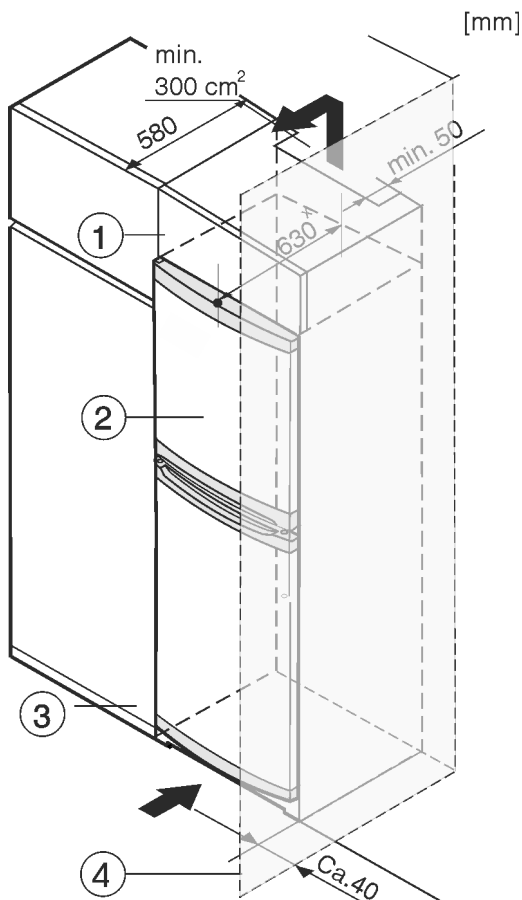

Fig. 8
Zariadenie môže byť zabudované medzi kuchynskými skriňami. Aby sa zariadenie *Fig. 8 (2)* prispôbilo výške kuchynskej linky, môže sa nad zariadením umiestniť nadstavňá skrinka *Fig. 8 (1)*.
Pri vstavaní s kuchynskými skriňami (hĺbka max. 580 mm) je možné zariadenie inštalovať priamo vedľa kuchynskej skrine *Fig. 8 (3)*. Zariadenie vyčnieva nabok 34 mm * a v strede zariadenia 50 mm * oproti prednej časti kuchynskej skrine.
Ak je zariadenie umiestnené so zavesením vedľa steny *Fig. 8 (4)*, vzdialenosť medzi zariadením a stenou musí byť minimálne 40 mm. To zodpovedá presahu držadla pri otvorených dverách.